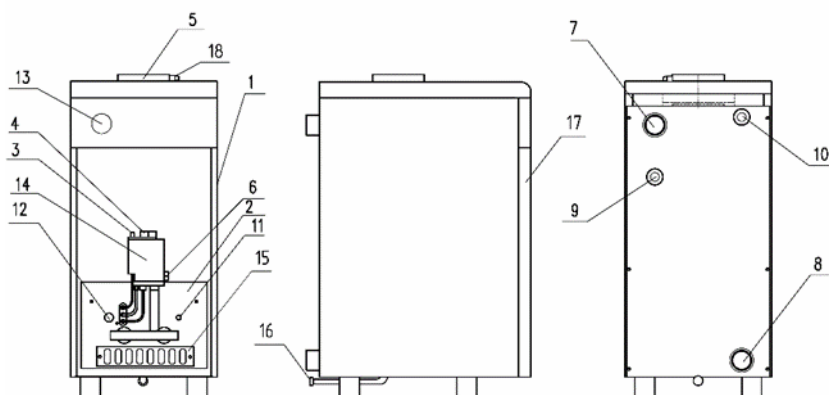

Рис. 1 – Устройство котла
Внутри теплообменника имеется топочная камера. В топочную камеру устанавливается газогорелочное устройство, предназначенное для сжигания природного газа. В верхней части теплообменника расположен газоотводящий патрубок с тягорегулятором, предназначенным для регулирования величины разрежения (тяги) в топочной камере с целью достижения устойчивого и эффективного горения (рис. 1).
В нижней части котла расположен конденсатоотводчик 16, закрываемый пробкой. В период разогрева отопительного котла при интенсивном образовании конденсата пробку рекомендуется открыть и слить образовавшийся конденсат. Для наблюдения за температурой воды на выходе котла имеется указатель температуры 13 (рис. 1) установленный на передней стенке котла.
- эксплуатировать котел при отсутствии тяги в дымоходе, при неполном заполнении отопительной системы водой, не полностью открытом кране 3 (рис. 1), при открытой заслонке смотрового отверстия 10, в помещении, где ведутся строительные работы;